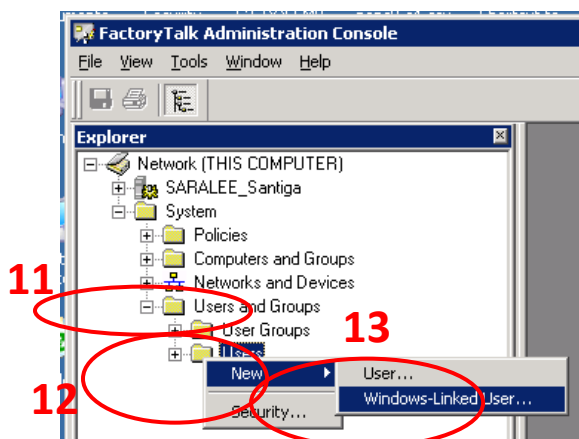

Imagen 44
11. - Nos aparecerá una pantalla con el siguiente aspecto (**Imagen 44**); Desplegar la pestaña **Users and Groups**,